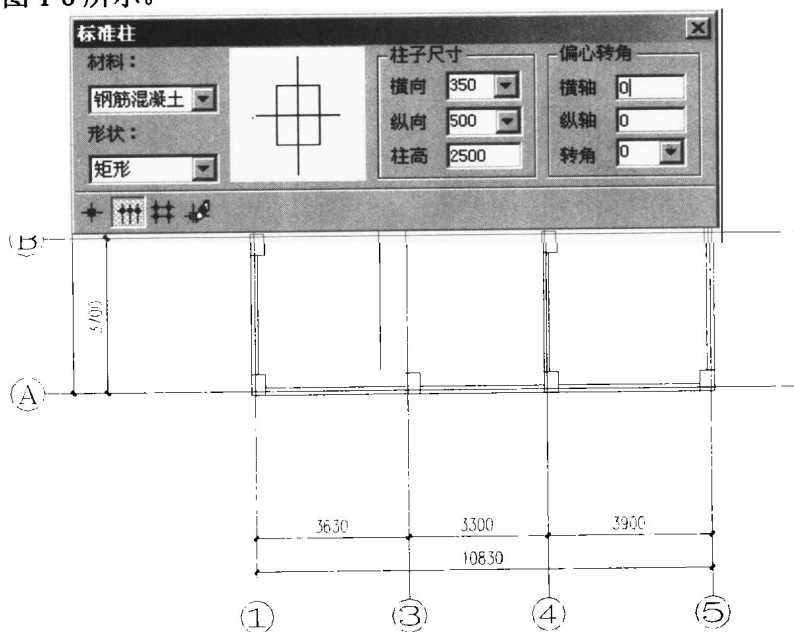

图 1-8 沿着一根轴线布置柱子示例
- (1) 沿 A 轴插入 4 个矩形钢筋混凝土柱，尺寸 350×500（注意：此时柱高与层高相同，都是 2500），插入方式在工具栏中选取“沿着一根轴线布置柱子”，选取 A 轴后插入，如图 1-8 所示。